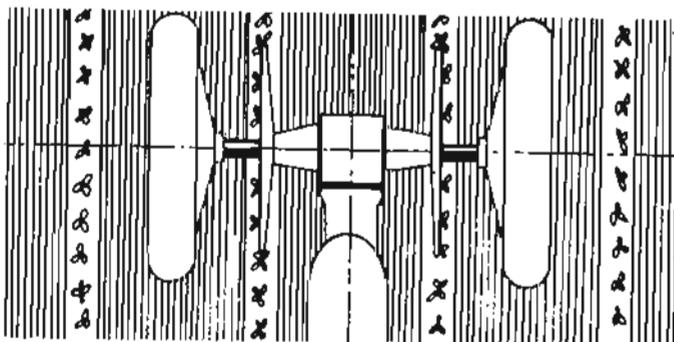

Fig. 4
Verifique la trocha y ajústela si es necesario (fig. 4).
- a Coloque el tractor en posición de trabajo, de manera que sus ruedas queden entre las hileras (fig. 4).